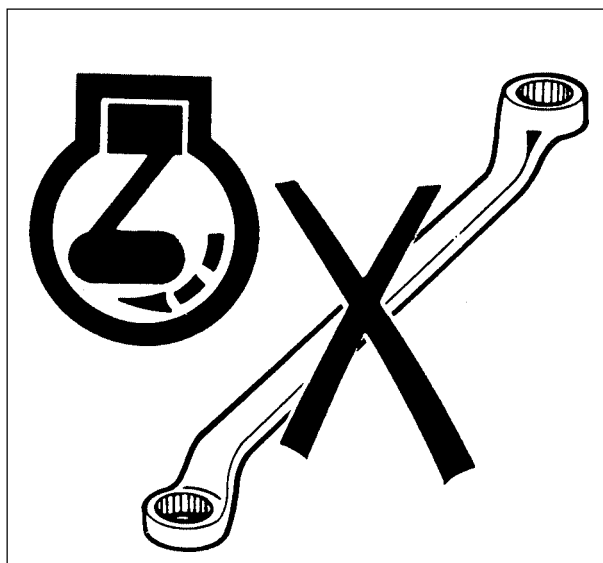

Fig. 1.7
- Não efectue a manutenção do tractor enquanto o motor estiver a funcionar ou quente, ou com o tractor em movimento (Fig. 1.7).